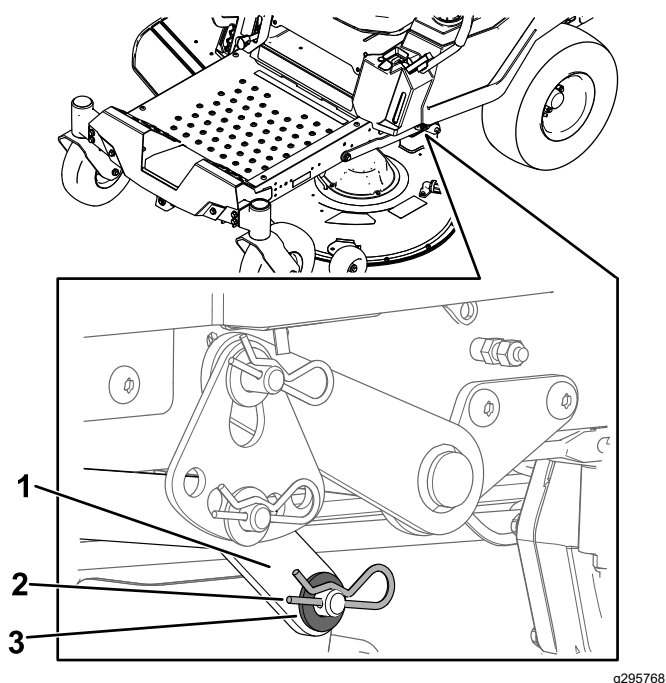

Figure 68
- D'un côté de la machine, retirez la rondelle et la goupille fendue de l'axe du tablier (Figure 68).
- Déposez le bras de levage de l'axe du tablier (Figure 68).
- D'un côté de la machine, soulevez l'arrière du tablier de coupe et installez le bras de levage sur l'axe du tablier (Figure 68).
- Installez le bras de levage avec la rondelle et la goupille fendue (Figure 68).